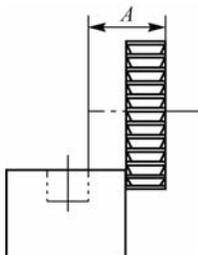

图 7-34 侧面对刀
(3) 对刀方法。常用的对刀方法有如下两种。
① 划线对刀。在工件上划出沟槽的尺寸、位置线, 安装校正工件后, 调整机床, 使铣刀两侧刃对准工件所划的沟槽宽度线, 将不使用的进给机构紧固, 铣出沟槽。
② 侧面对刀。安装校正工件后, 适当调整机床, 使铣刀侧面轻轻与工件侧面接触, 降下工作台, 移动横向进给  $A$  (铣刀宽度和工件侧面到沟槽侧面的距离之和), 如图 7-34 所示。将横向进给紧固, 调整切削深度, 铣出沟槽。